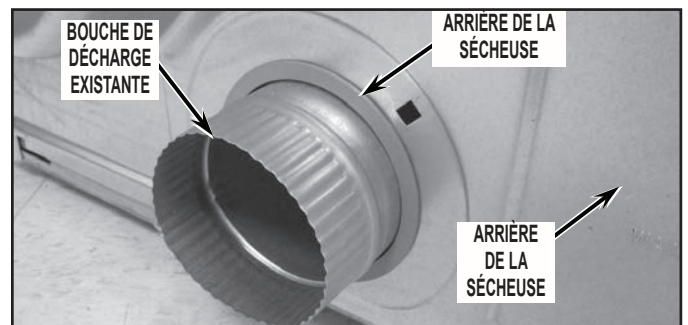

FIGURE 19
21. Déposer la collerette de la bouche de décharge – appuyer sur les trois (3) onglets sur la collerette pour pouvoir la dégager (en poussant) du panneau arrière de la sècheuse; voir la *Figure 19*.